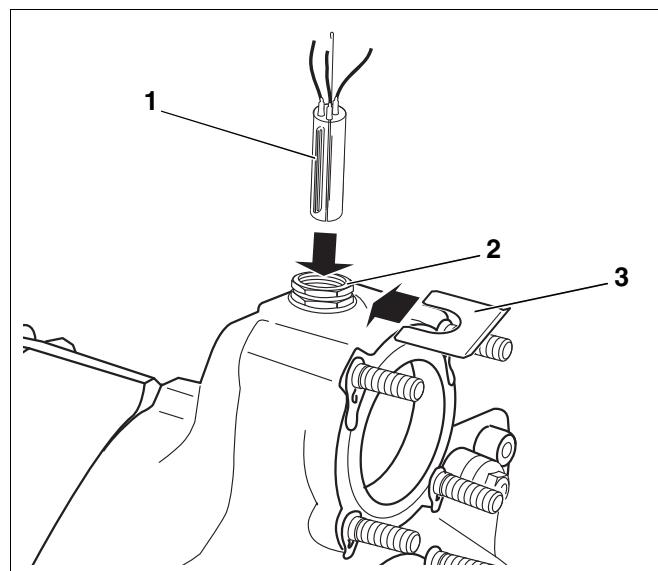

Рис. 45 Установка связки датчиков
Связка датчиков, подключенных к системе управления (три датчика, одна заглушка рис. 45, **поз. 1**), устанавливается в гильзу R $\frac{3}{4}$ ".
- Проложить капиллярные трубы датчиков к месту измерения в котле, там вставить датчики в гильзу (рис. 45, **поз. 2**) и закрепить, установив фиксатор (рис. 45, **поз. 3**).